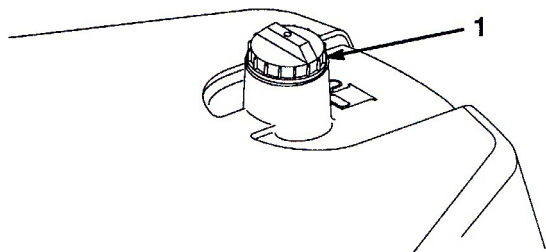

図 25
1. 燃料タンクのキャップ (図25) の周囲をきれいに拭く。